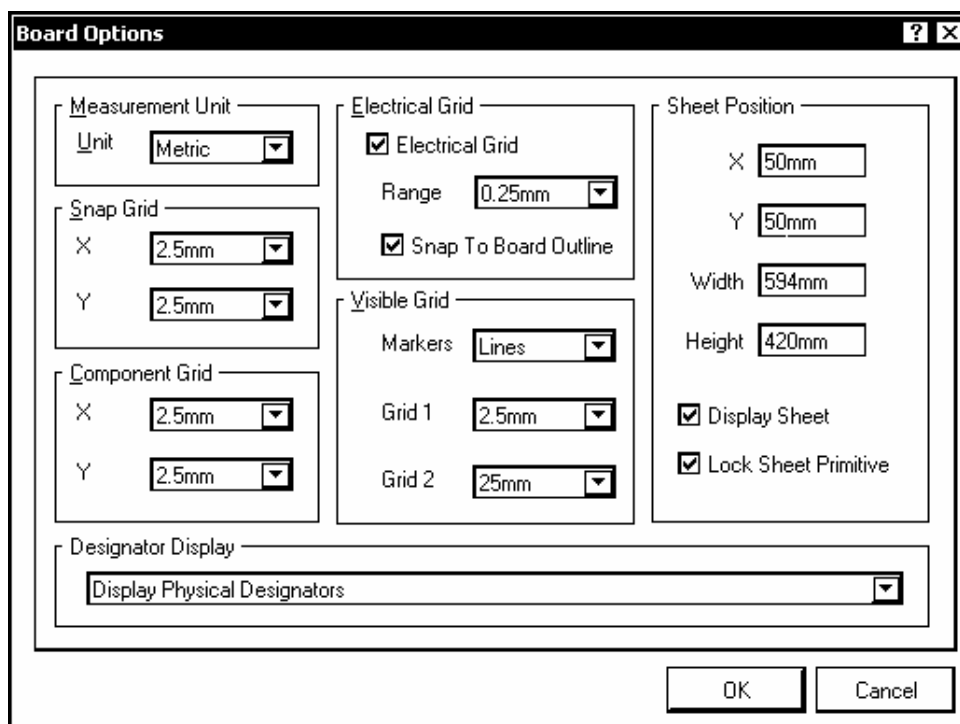

Рис. 4.5
2. Активизировать команду главного меню Design>>Board Options или щелчком правой клавиши мыши в поле графического листа активизировать контекстное меню и указать в нем последовательность команд Options>>Board Options. Откроется диалоговое окно управления свойствами листа Board Options (рис. 4.5).
При разработке проекта для размещения компонентов и других объектов на поле печатной платы назначаются сетки. Управление формированием сеток выполняется по команде главного меню Design>>Board Options (“горячие” клавиши D, O), либо из контекстного меню, вызываемого щелчком правой клавиши мыши в поле открытого листа проекта, подкомандами Options>>Board Options, Sheet или Grids. Во всех случаях открывается диалоговое окно Board Options (рис. 4.5).